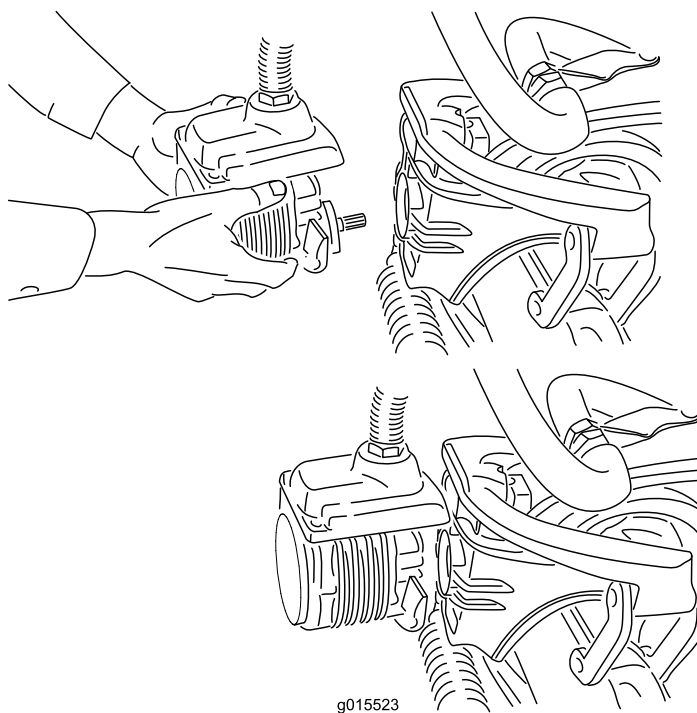

Figura 40
4. Spostate il motore in posizione di stoccaggio davanti al braccio di sospensione (Figura 40).